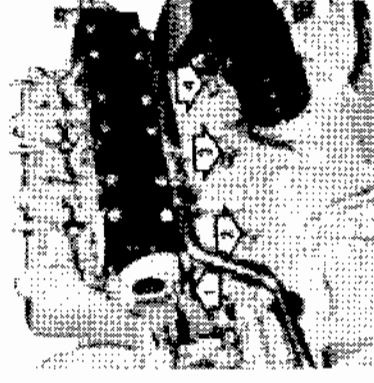

Fig. 26. Avtappningskranar för kylvatten
- Tappa av allt kylvattnet från motor och avgasrör genom att öppna samtliga avtappningskranar (på styrbordssidan) en för varje cylinder samt en på vattenkylda avgasröret, se fig. 26. Stäng därefter samtliga avtappningsställena. Då MS-backslag med red.växel är monterat skall även red.växel dräneras från vatten genom bottenpluggen.
- f. Tappa av allt kylvatten från motorn genom att öppna samtliga avtappingskranar, se fig. 26. **Rostskyddsblandningen ger ej något frysskydd för motorn.**